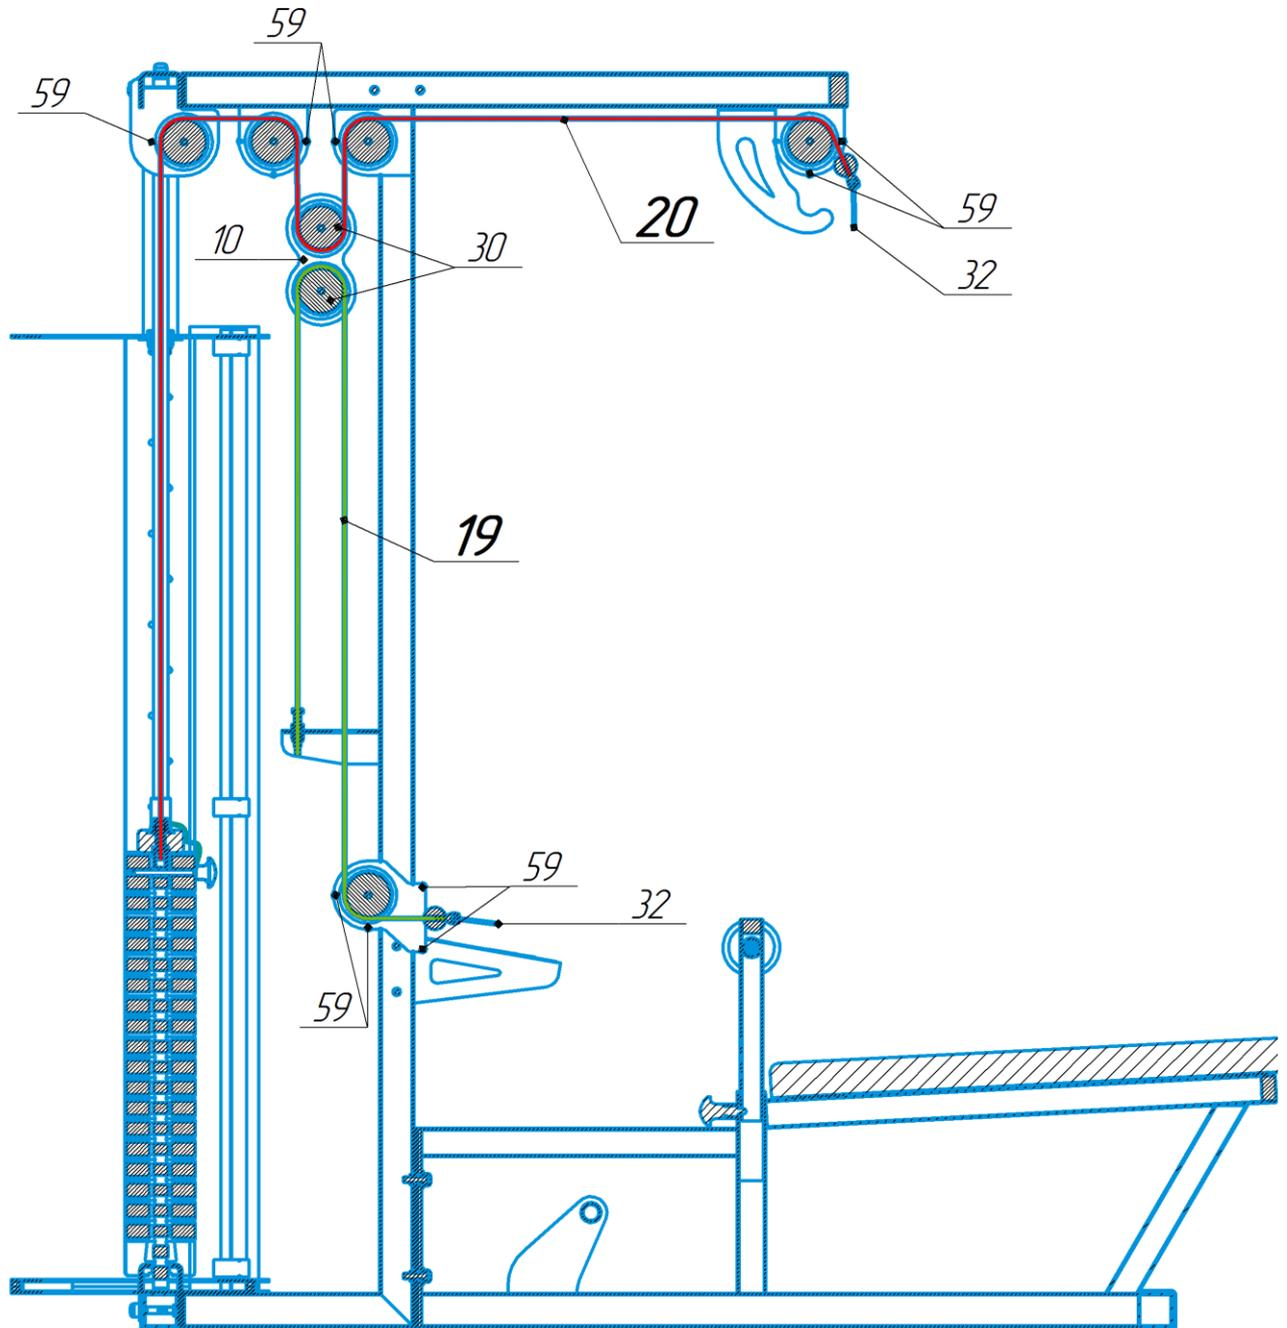

Рис.13. Схема сборки этапа №0
- Закрепите ролик на кронштейне с помощью болта М10х50 (51) и гайки (54) через шайбы (56). Использовать ключ на 17 мм (Г).
- На каждый болт и гаку наденьте колпачок (43).
- В необходимых местах, указанных на рис.13, установите стяжку межсекционную (59), которая служит ограничителем хода троса. Пример установки указан на рис.11а. крестовую отвертку (Е).
1. На места указанные на рис. 13 установить стяжки межсекционные (59). Способ установки указан на этапе №7.
2. На законцовку троса (19) и (20) установить карабин (32).